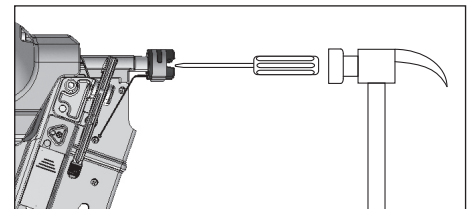

Figura 25
4. Si fuera necesario, use herramientas manuales pequeñas para ayudar a liberar los clavos atascados. A veces es necesario usar un martillo y un destornillador fino y largo para forzar el vástago del impulsor totalmente dentro de la pistola (Vea Figura 25).